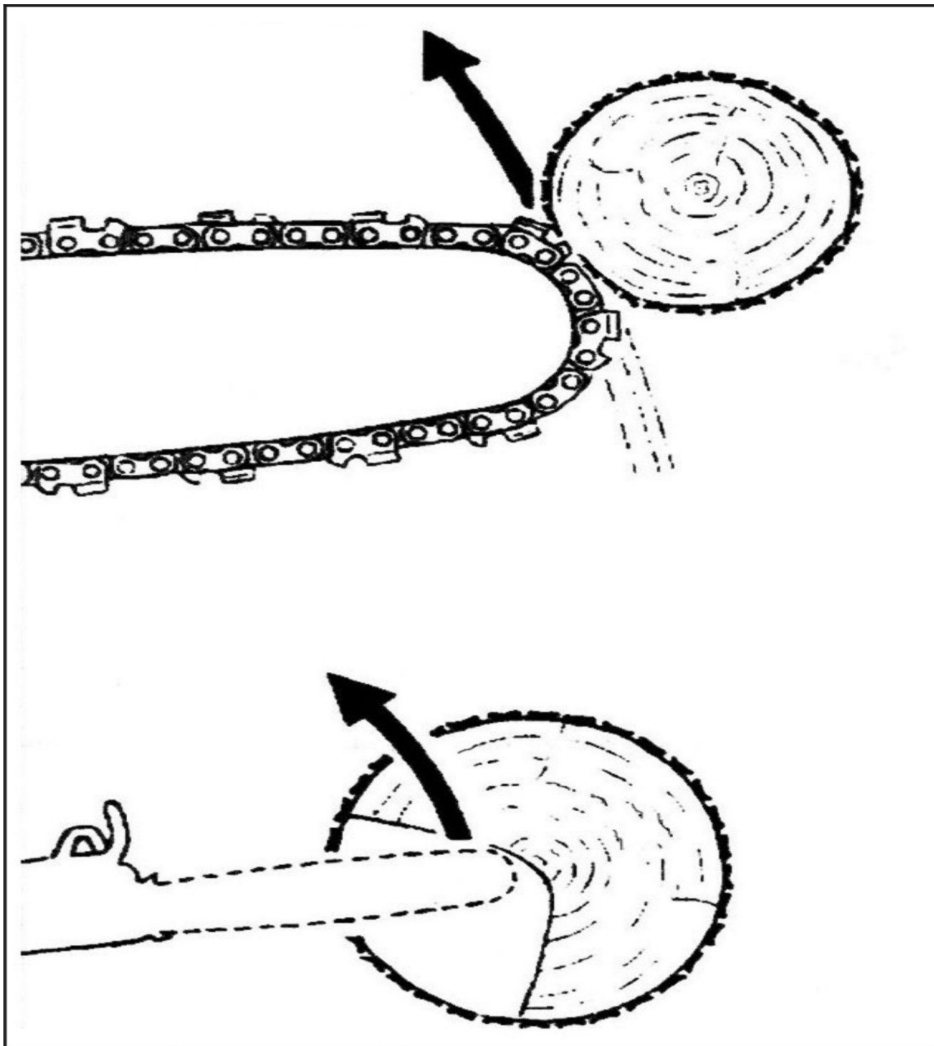

Рисунок 4
- не пилить концом шины (рисунок 4);